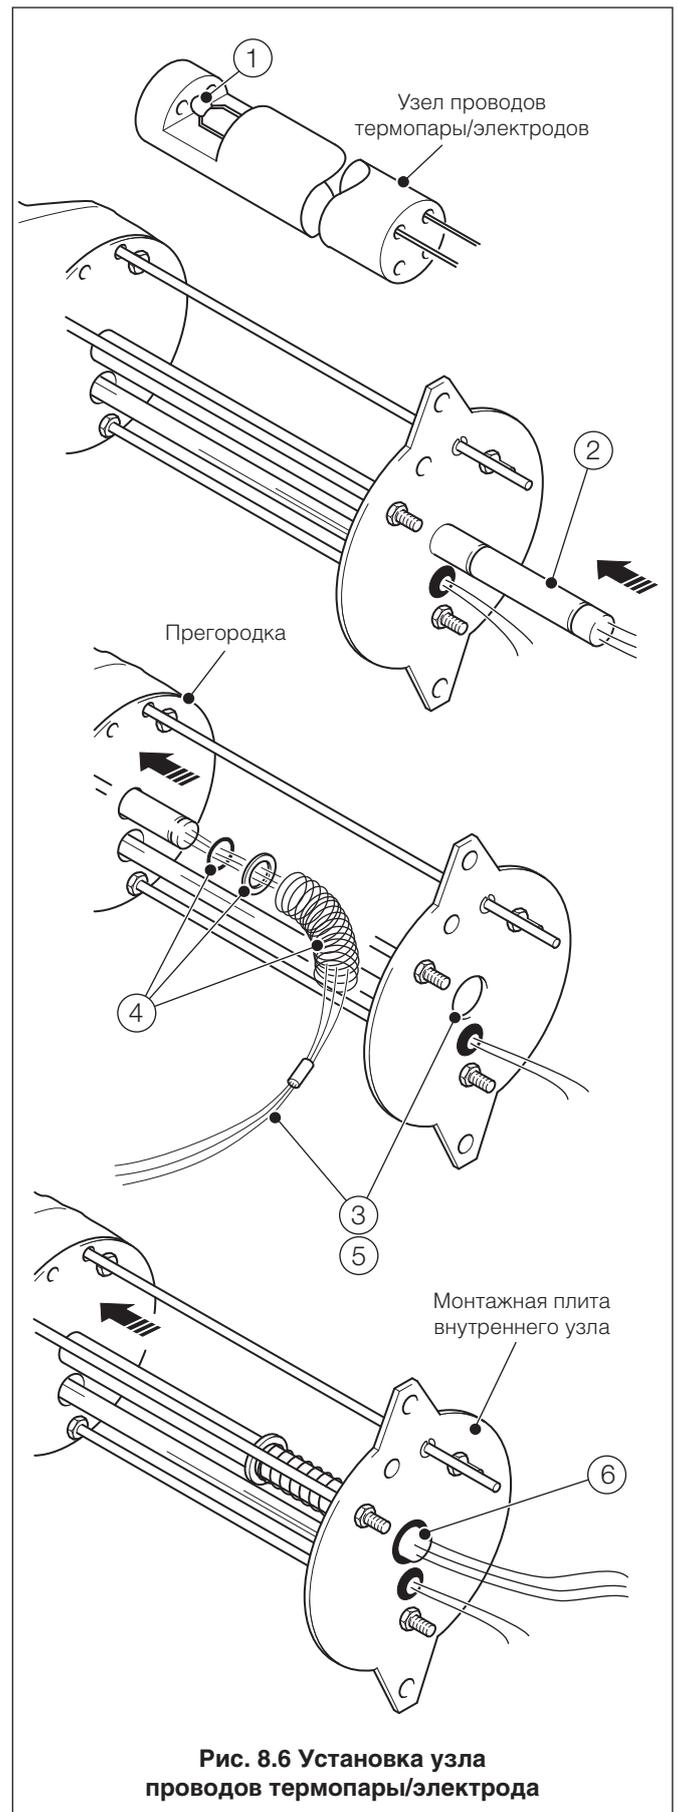

Рис. 8.6 Установка узла проводов термопары/электрода
8.7 Установка узла проводов термопары/электрода (для зондов 0,4 м) – Рис. 8.6
- ① Убедиться, что шарик термопары находится на электродном конце его выреза, т.е. установлен встык к краю выреза.
- ② Пропустить узел проводов термопары/электрода через центральные отверстия монтажной плиты, перегородок и нагревателя.
- ③ Пропустить провода электрода через монтажную плиту (с нижней стороны панели).
- ④ Пропустить резиновое уплотнительное кольцо, шайбу и пружину через концы проводов на узел проводов термопары/электрода (ввести уплотнительное кольцо во второй паз на узле).
Установить узел проводов термопары/электрода, как описывается в Разделе 8.7, Рис. 8.6, стр. 21, однако, при этом необходимо иметь в виду следующее: